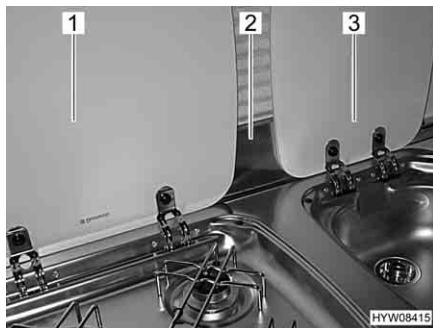

Fig. 93 Lastra proteggifiamma e coperture
- Lastra proteggifiamma** Prima della cottura, agganciare la lastra proteggifiamma (Fig. 93,2) al telaio della finestra. La lastra proteggifiamma copre così l'area tra le coperture del lavandino (Fig. 93,3) e il fornello a gas (Fig. 93,1).
- Agganciare la lastra proteggifiamma (Fig. 93,2).
- Aprire la copertura del fornello a gas (Fig. 93,1).